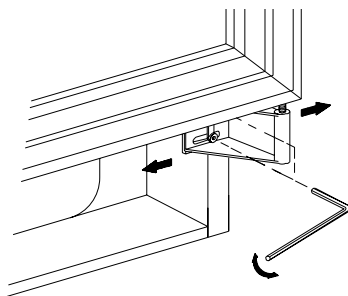

Fig. 2
Ver fig. 2
2. Se desmonta el gozne superior. Consulte la fig. 2. Sujete el gozne, ya que está cargado con un muelle y si no girará al retirar los tornillos.